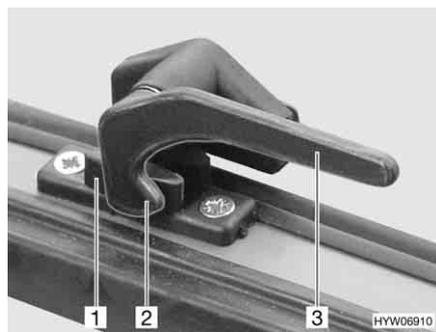

Fig. 48 Leva di serraggio in posizione "Chiuso"
- Ruotare la leva di serraggio (Fig. 48,3) di un quarto di giro verso il centro della finestra.
- Ruotare la leva di serraggio (Fig. 48,3) di un quarto di giro verso il telaio della finestra. Il nasello di chiusura (Fig. 48,2) si trova sul lato interno della chiusura della finestra (Fig. 48,1).
- In posizione "Completamente chiusa" (Fig. 48).